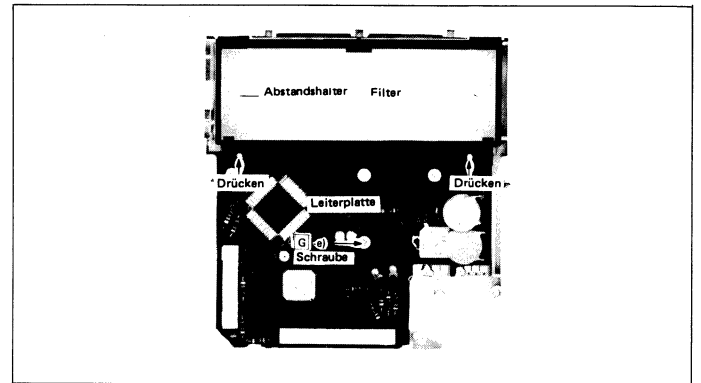

Abbildung 7-4
- e) Die Schraube, die die Leiterplatte befestigt hält, entfernen. (Siehe Abb. 7-4)
- f) Den Abstandshalter und den Filter herausnehmen. (Siehe Abb. 7-4)